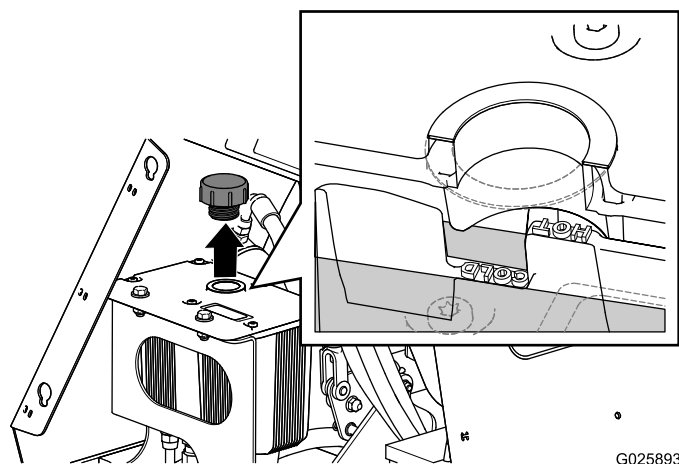

Figure 53
5. Nettoyez la surface autour du bouchon du réservoir hydraulique (Figure 53).
6. Enlevez le bouchon et contrôlez le niveau de liquide hydraulique dans le réservoir (Figure 53).
7. Au besoin, faites l'appoint de liquide hydraulique spécifié jusqu'à ce que le liquide couvre le repère du niveau à froid (**COLD**) sur la chicane (Figure 53).
8. Remettez le bouchon du réservoir hydraulique et serrez-le bien (Figure 53).